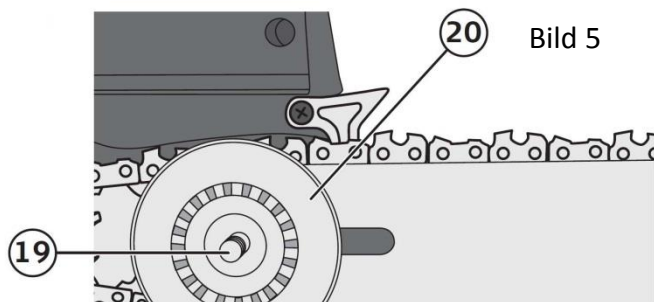

Bild 5
1. Betätigen Sie den zentralen Sperrknopf (15) entgegen dem Uhrzeigersinn und entnehmen Sie den Kettenraddeckel (14).
2. An der Führungsschiene ist ein Spannbolzen (20) angebracht. Drehen Sie die Führungsschiene so, dass sich der Spannbolzen auf der Außenseite der Führungsschiene befindet. Montieren Sie die Führungsschiene so, dass die Schraube durch die Öffnung in den Spannbolzen gelangt (siehe Bild 5).